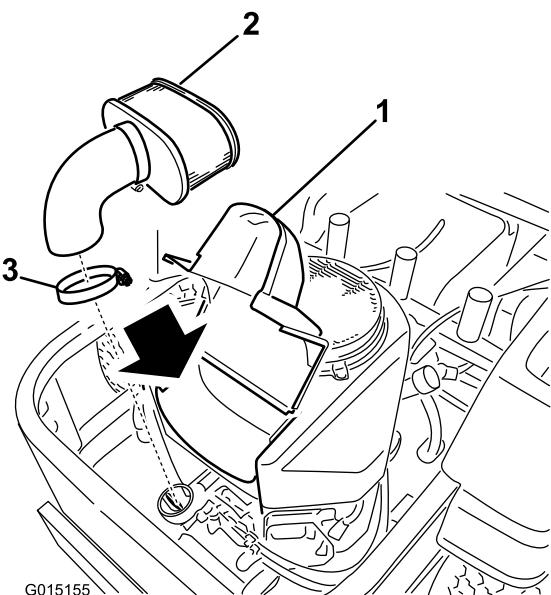

Figura 35
4. Levante la cubierta y retire la abrazadera que sujeta el conjunto del limpiador de aire al motor (Figura 35).
5. Afloje la abrazadera y retire el elemento de papel(Figura 35).